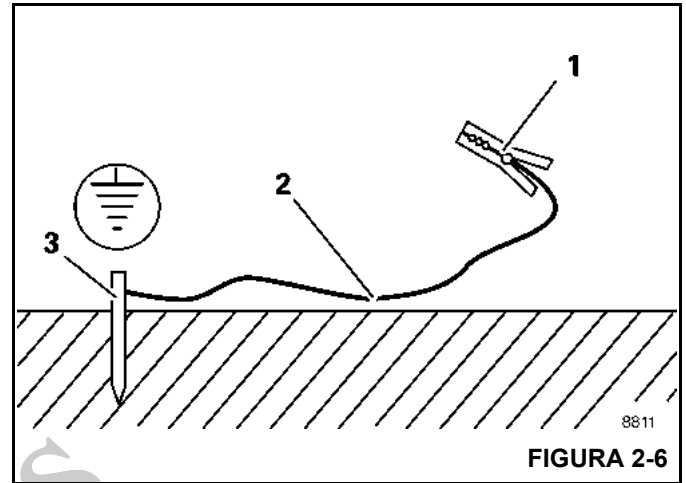

FIGURA 2-6
1. Martele uma haste de metal (3, Figura 2-6) (comprimento de aproximadamente 2,0 m [6.6 pés]) pelo menos 1,5 m (5 pés) no solo.
2. Umedeça o solo ao redor da haste de metal (3) para obter melhor condutividade.
3. Prenda o cabo isolado (2) na haste de metal (3) seção transversal de pelo menos 16 mm² (0.025 pol.²) (AWG 5).
4. Conecte a extremidade livre do cabo com um grampo (1) a um local com boa condutividade elétrica na estrutura.